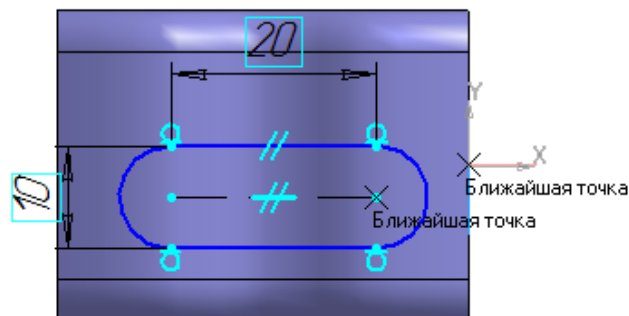

Рисунок 26
- С помощью привязки Ближайшая точка укажите точку начала координат эскиза и точку центра дуги (рис. 26).